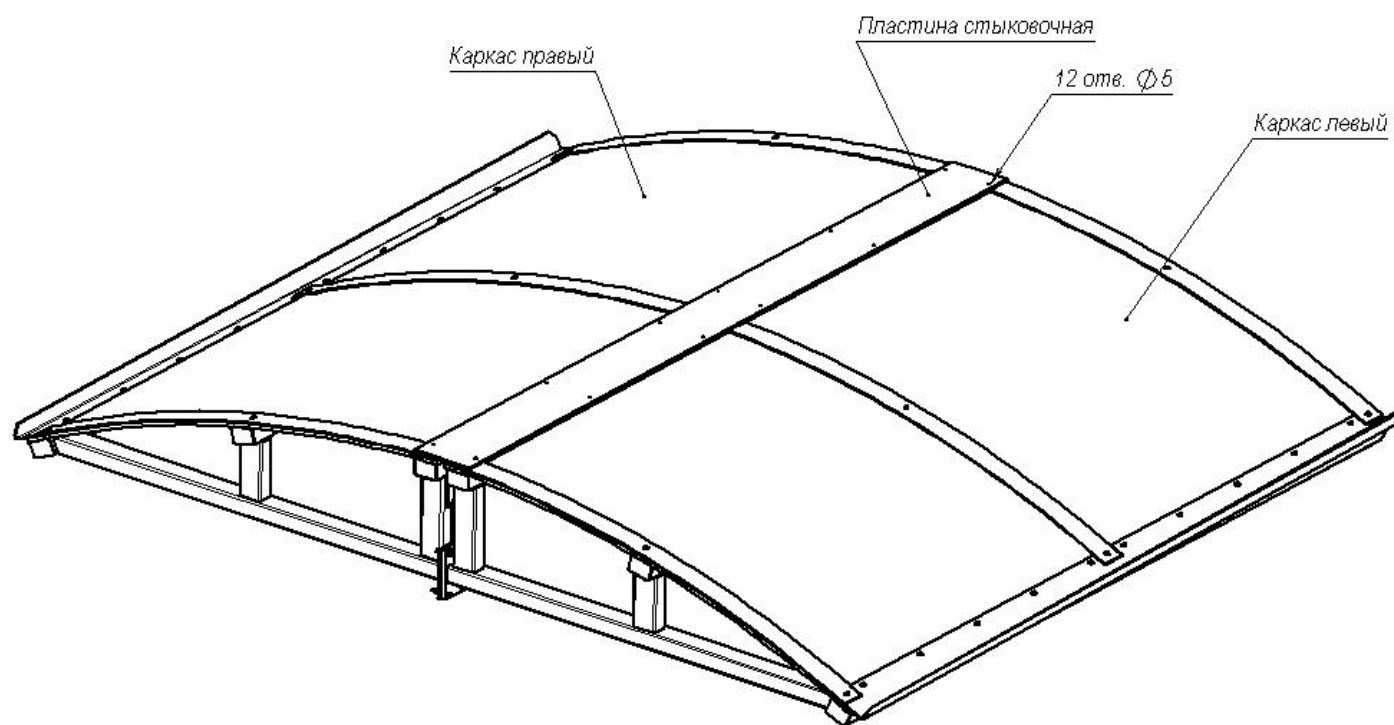

Рисунок 5 – Вид соединённых каркасов (1) и (2) с установленной пластиной стыковочной (10)
8.2.11 Положите стыковочную пластину на стык каркасов уплотнительным профилем вниз. Через имеющиеся в пластине 12 отверстий $\varnothing 5$ мм (см. рисунок 5) просверлите в каркасах 12 отверстий $\varnothing 3,5$ мм и глубиной 9 мм под саморезы *4,2x16*. Закрепите пластину на каркасах с помощью саморезов.